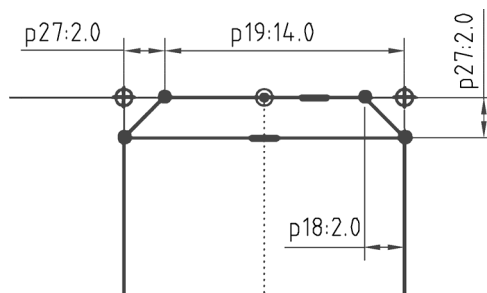

图 1-2-13 绘制倒角
(9) 绘制倒角。点击【直接草图】→【倒斜角】命令，对钩柄进行倒角，倒角为 C2，如图 1-2-13 所示。